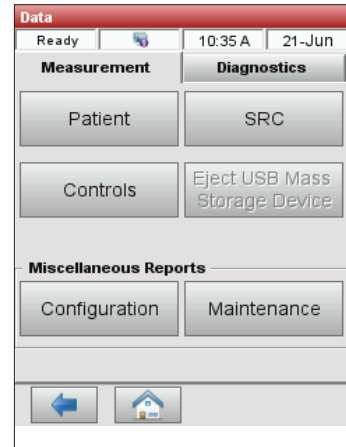

Figure 7. Options d'impression
2. Dans la section Mesure, appuyez sur "**SRC**" (Figure 7).